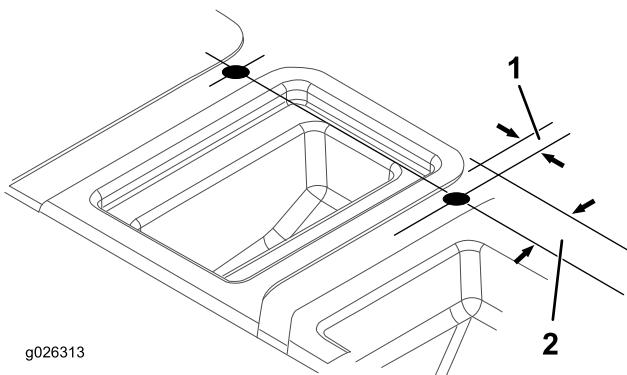

図 10
5. 図10に示す寸法に従って、シートベース上部に直径25mmの穴を2つ開ける。中央のコンパートメントのそれぞれの側に穴が一つずつあるのを探し出す。